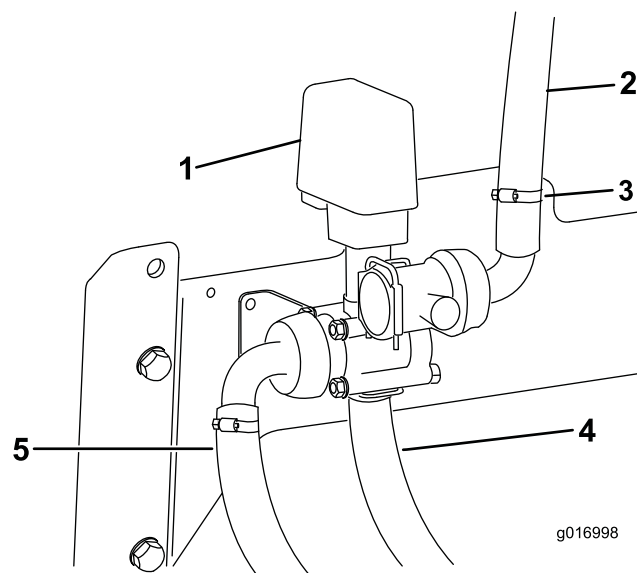

図 5
7. **41009の場合**：スプレーヤにすでについているボルトを使って、機体の所定位置に攪拌バルブ・アセンブリを取り付け（図 5）、その後にキットのホースと攪拌ホースと給液ホースをアセンブリに取り付け、それからホースクランプで固定する。